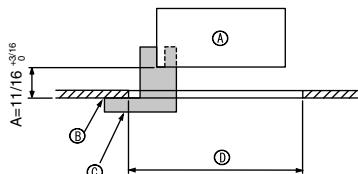

Fig. 5-2
① Dimensiones de la rejilla	1	950 × 950 (mm), 37-3/8 × 37-3/8 (pulgadas)
② Tornillo con arandela cautiva	4	M5 × 0,8 × 25
③ Plantilla	1	(Dividido en cuatro partes)
④ Remache	3
⑤ Tornillo	4	4 × 8
⑥ Tornillo	1	4 × 12
5.2. Preparación para conectar la rejilla (Fig. 5-2)
- Con la plantilla ③ que se suministra con este equipo, ajuste y compruebe la posición de la unidad en el techo. Si la unidad no está colocada en el techo de forma adecuada, podrían producirse escapes de aire o generarse una condensación.